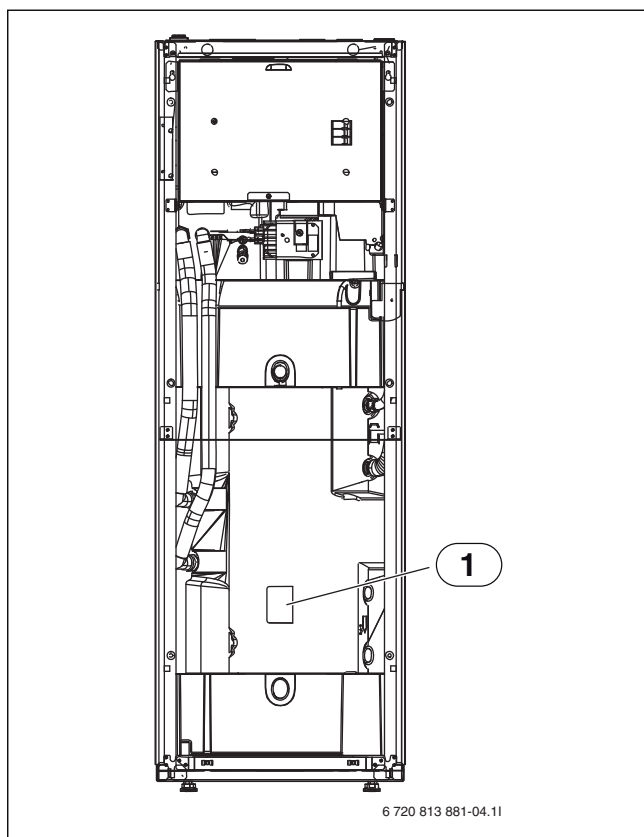

Bild 12 TW1 und TS2 Fühler
- ▶ Installation des Speichertemperaturfühlers TS2 (→ Bild 12).